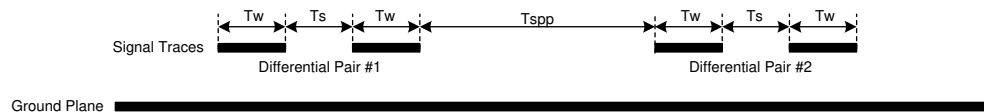

图 9-16. DMD 差分布局建议
DLPC7530 I/O 时序参数以及 DMD I/O 时序参数可在相应的数据表中找到。同样，可通过受控的 PCB 布线对 PCB 布线不匹配问题进行预算并予以解决。PCB 设计建议在表 9-8、图 9-16 和下面的段落中提供，作为客户的切入点。
- (1) 可实现节 5.7 中 R_{DIFF} 规定的所需标称差分阻抗的建议。
- (2) 这些参数显示了基于图 9-16 中所示微带设计的建议。该设计可更大限度地减少信号损失，从而支持更长的布线长度，但会增加电磁干扰 (EMI)。设计人员可以选择使用带状线设计来缩短布线长度，并以信号损失为代价更大限度地降低 EMI。
- (3) 缩小的通道内间距可用于避开控制器焊球场，但应将此间距至少加宽至避开之后规定的最小值。